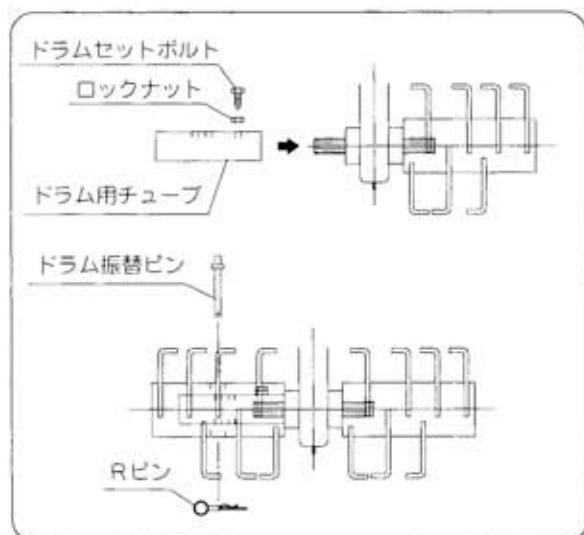

図49
- ドラム用チューブを耕うん軸に差込みドラムセットbolt、ロックナットで確実に締め付けてください。（図49）
- 作業内容により、または回転方向によりドラムロータを振替えてください。振替の際は工具なしでRピンとドラム振替ピンの差替えにより出来ます。（図49）